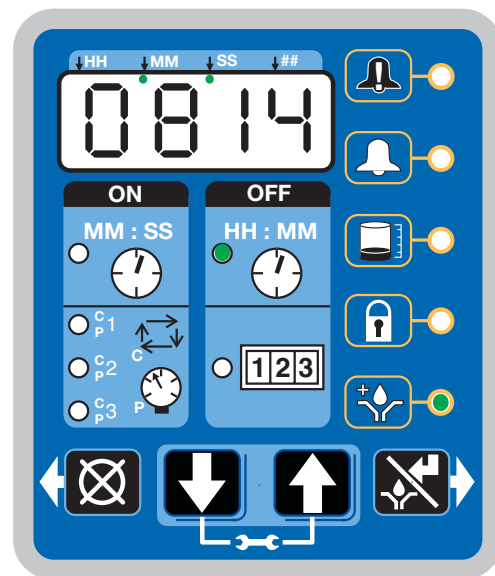

FIG. 56
- Se enciende el LED junto al reloj en el campo OFF (FIG. 56).
- Se ilumina el LED de prelubricación (FIG. 56).
- La pantalla muestra el tiempo restante hasta que comienza el ciclo de lubricación. El ejemplo mostrado en la FIG. 56 indica 8 minutos y 14 segundos restantes hasta que comience un ciclo de lubricación.